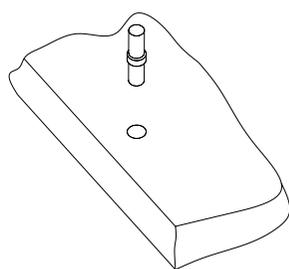

Рис.3
2. Вставьте полкодержатели в плоскостные отверстия деталей 3, 4, 5, 6 (Рис. 3).